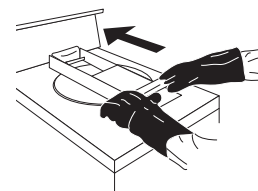

ABBILDUNG 10
C. Wenn sich der Deckel in der abgesenkten Position befindet, können Sie den Deckel mit einer Hand an der Griffstange öffnen (siehe Abbildung 10).